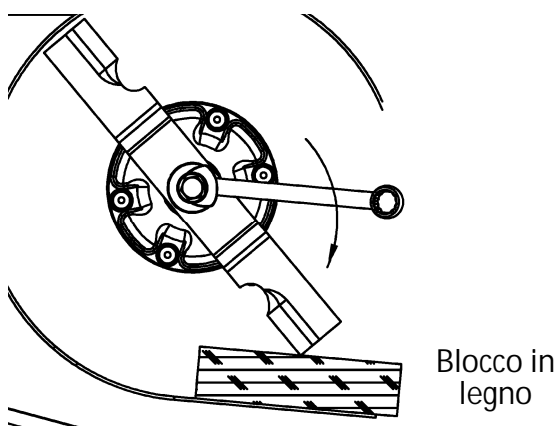

Fig. 15
- Utilizzate un blocco di legno interposto tra paratia e lame per impedire alla lama di muoversi. (Vedi Fig. 15)